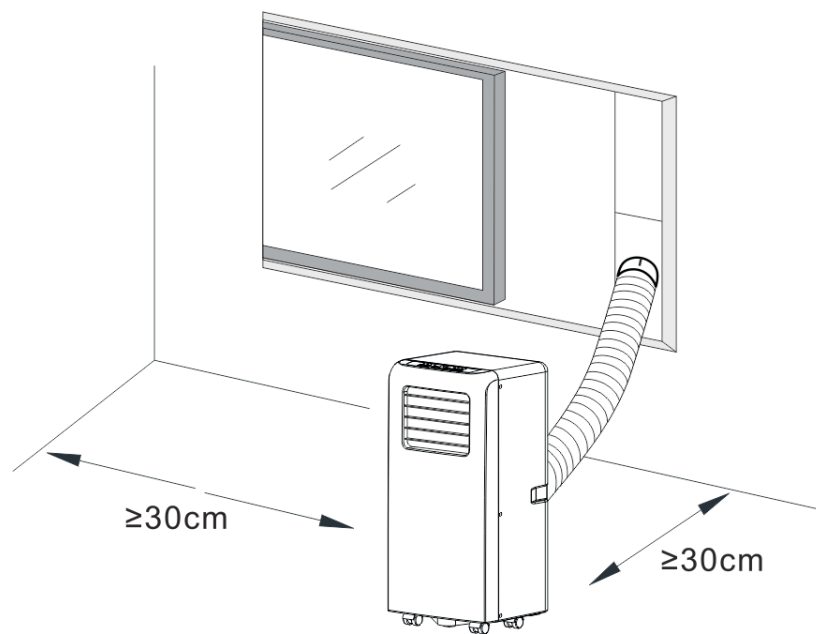

Fig. 3
- Un condizionatore rimovibile deve essere installato in un luogo piatto e vuoto intorno. Non ostruire l'uscita dell'aria e la distanza richiesta deve essere di almeno 30 cm. (Vedere Fig.3)